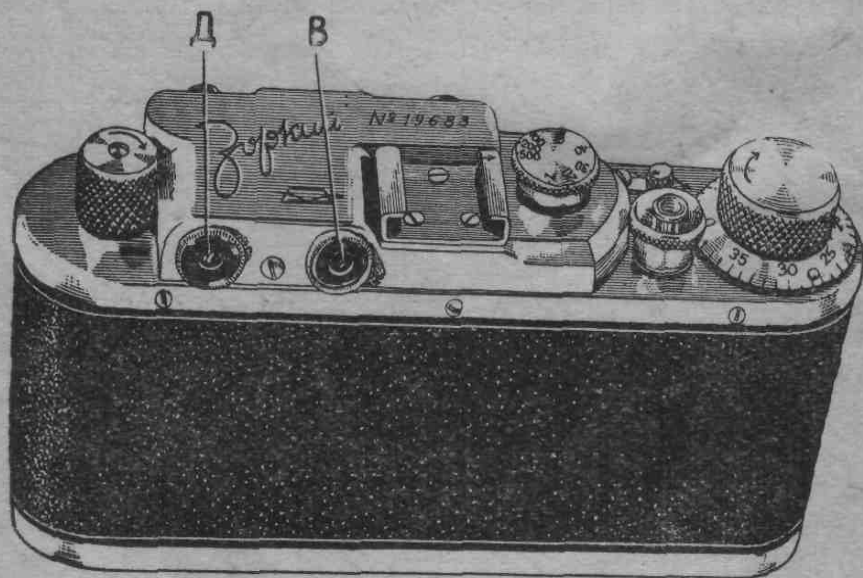
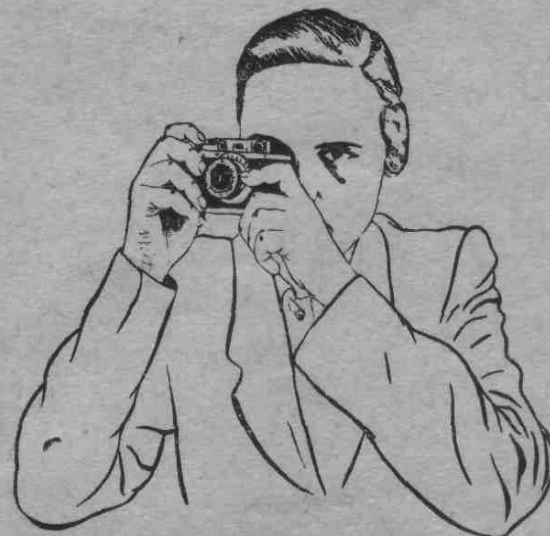

Рис. 12.
Рис. 13.
5. Установите объектив на резкость, наблюдая в окуляр «Д» дальномера (рис. 12).
6. Наведите на снимаемый объект, наблюдая в окуляр «В» видоискателя (рис. 12).
1. Держа аппарат, как показано на рис. 13 и 14, через окуляр «Д» дальномера (рис. 12) наведите на предмет, который собираетесь снимать.